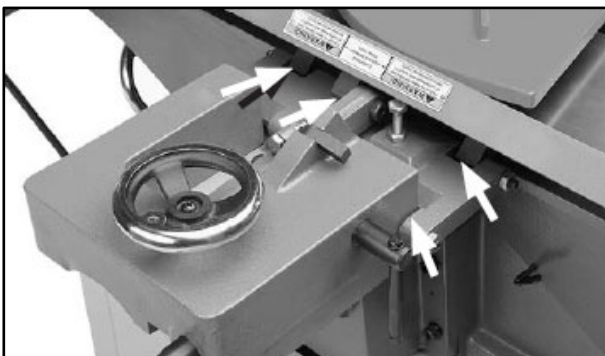

Рисунок 37.
- Параллельный упор (рис. 37). Капните одну или две капли машинного масла на подвижные части упора по необходимости. Точки смазки показаны стрелками.